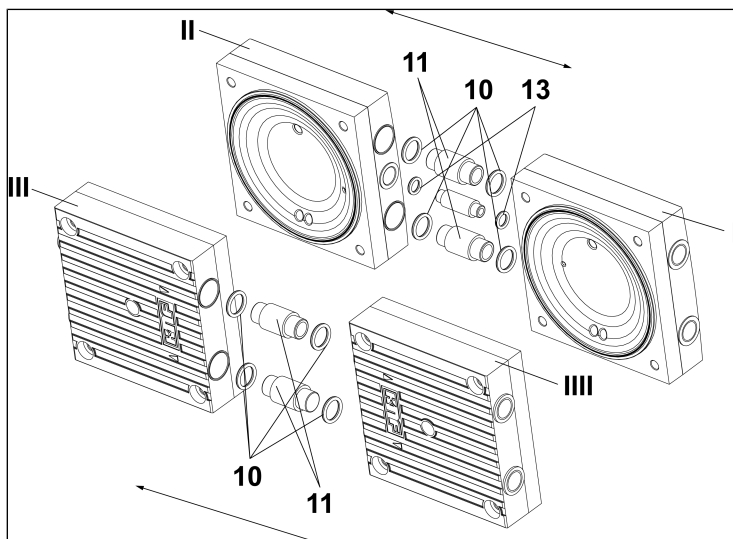

Fig.10: Retrait des joints toriques et des tubes de raccordement
8. Écartez les têtes 1(I/Fig. 10) et 2 (II/ Fig. 10) et retirez les joints toriques (10/ Fig. 10) et (13/ Fig. 10).
7. Placez les joints toriques (**10**/Fig. 10) et (**13**/Fig. 10) sur le raccordement.
8. Pressez les têtes 1 et 2 (**I** et **II**/Fig. 10) l'une contre l'autre.